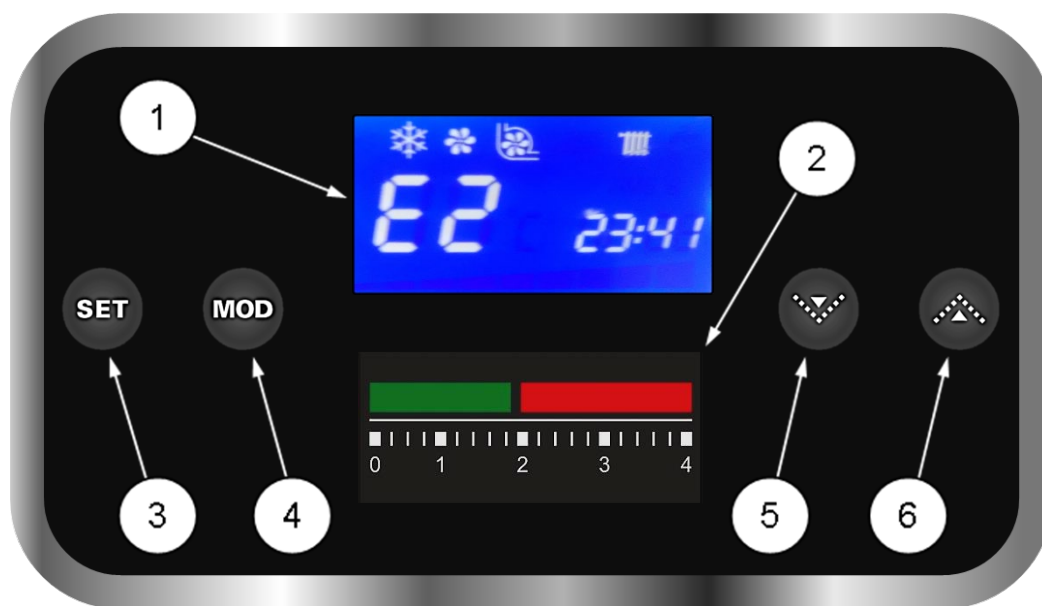

Рис. 39 Панель управления котлом
На передней панели котла расположена панель управления (См. Рис. 39).
- Проверьте по манометру (См. Рис. 39) на панели управления котлом давление теплоносителя в котле и СО. Давление должно быть в пределах от 1,3 до 1,5 бар.